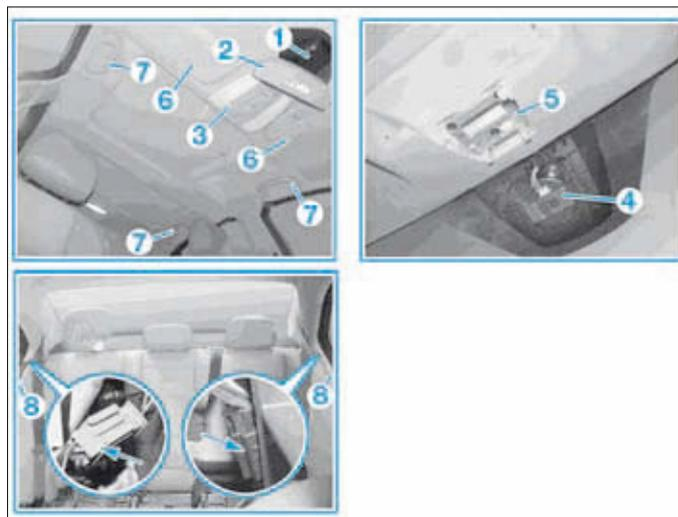

FIG. 37
- Déposer (Fig.37) :
- le cache (1),
- le rétroviseur intérieur (2),
- le plafonnier avant (3).
- Débrancher le connecteur du capteur de pluie/luminosité (4).
- la fixation du rétroviseur intérieur (5),
- les pare-soleil (6),
- les poignées de maintien (7),